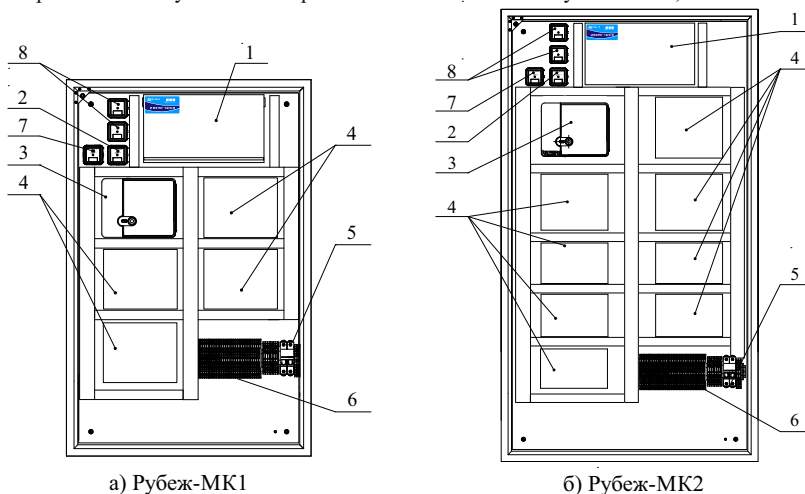

Рисунок 2
5.1 Прибор конструктивно выполнен в прямоугольном металлическом корпусе (рисунок 2), внутри которого размещены: